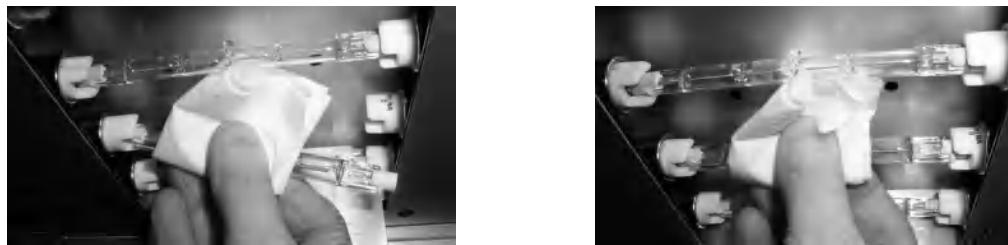

图 14 - 灯管更换
4. 手指和灯管之间要使用拭镜纸（或同类用品），将替换灯管的一端推入凹槽。参考图 14。
5. 将灯管的另一端插入另一凹槽，放开灯管。参考图 14。